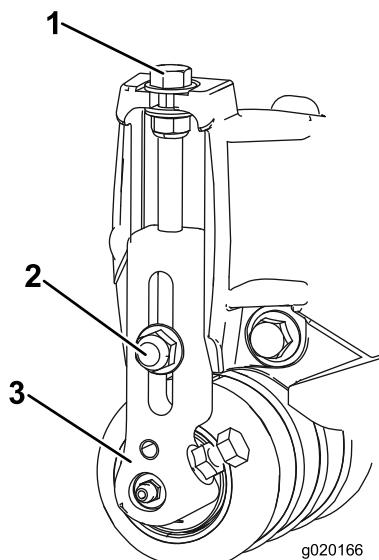

Figura 16
1. Afloje las contratuerzas que fijan los soportes de altura de corte a las chapas laterales de la unidad de corte (Figura 16).